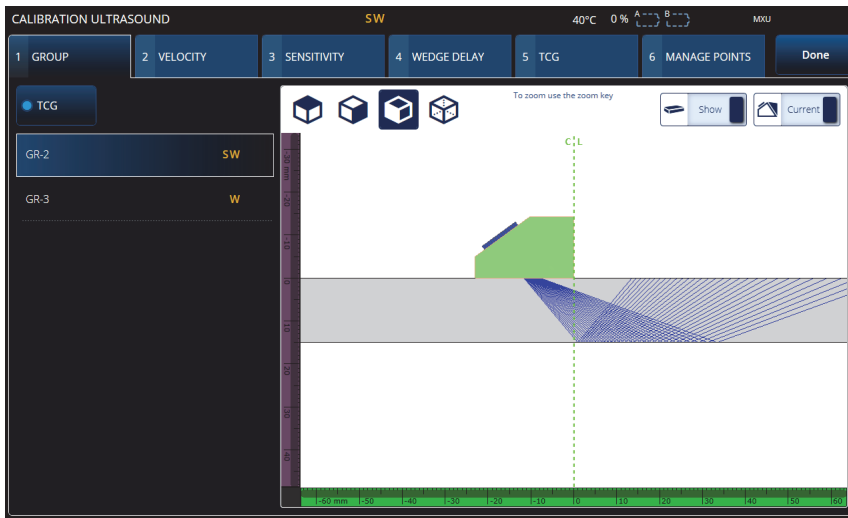

Figura 4-1 Calibración > Grupo
1. Seleccione **☰ Menú principal >  Plan y calibración > Herramientas de calibración** para acceder al asistente de **Calibración PA/UT/TFM** (ver Figura 4-1 en la página 178). Consulte «Calibración TOFD» en la página 199 para llevar a cabo una calibración TOFD. Al igual que el asistente del plan de escaneo, el proceso de trabajo del asistente de calibración se divide en varias pestañas o secciones (para diferentes tipos de calibración).
2. En la pestaña **Grupo** (ver Figura 4-1 en la página 178), seleccione el grupo que desea calibrar. Para un grupo UT, seleccione también el método de dimensionamiento a calibrar: **TCG, DAC** o **DGS**.